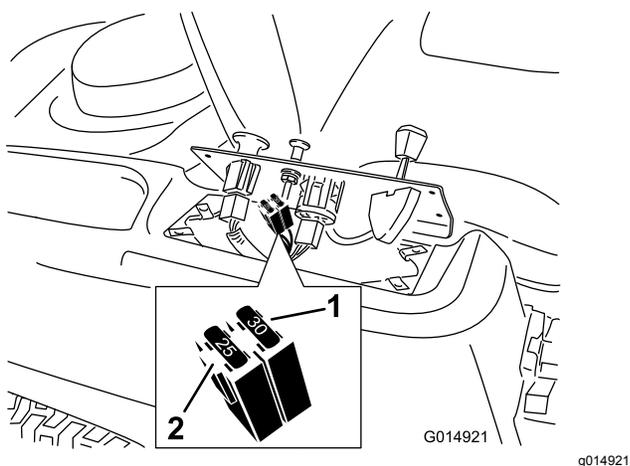

Figure 41
2. Soulevez le panneau de commande pour accéder au faisceau de câblage principal et au porte-fusibles (Figure 41).
3. Pour remplacer un fusible, tirez dessus pour l'enlever (Figure 41).
2. Localisez l'arbre sur le frein électrique au point de connexion des bras de liaison (Figure 41).